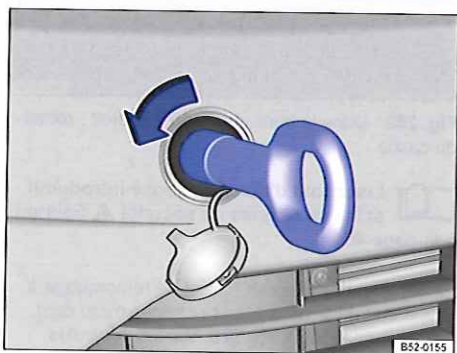

Fig. 268 Dans le pare-chocs avant droit : vissage de l'œillet de remorquage
Le logement prévu pour l'œillet de remorquage à visser se trouve dans le pare-chocs avant côté, derrière un cache ⇒ **fig. 268**.
- Vissez l'œillet de remorquage aussi fermement que possible dans son logement en le tournant **dans le sens inverse des aiguilles d'une montre** ⇒ fig. 268 ⇒ ①. Utilisez un objet approprié pour visser complètement et fermement l'œillet de remorquage dans son logement.